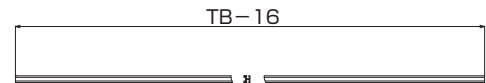

図 2-1-4
(4)中棧プロファイル(㉗または㉘)を(TB-16)mmの長さで切断してください。(図 2-1-4)